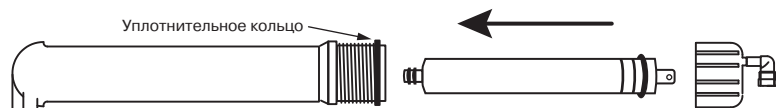

Рис. 16
1. Установите префильтр(ы). Первый префильтр (маркировка на колбе PREFILTER) уже установлен во всех моделях. В во вторую колбу (маркировка CARBON) установите угольный картридж. В третью ступень (SEDIMENT) установите механический префильтр. Картриджи, соответствующие ступеням очистки для каждой модели фильтров, перечислены в таблице на стр. 18. Для установки картриджа необходимо раскрутить колбу при помощи ключа (10). Аккуратно снимите защитную пленку с картриджа и установите его в колбу. Обратите внимание на маркировку “THIS END NEXT TO VESSEL THREADS” на верхней крышке картриджа или на указания на этикетке. Закрутите колбу вручную, без применения ключа, не прикладывая чрезмерных усилий.
2. Установите мембрану. Для этого отсоедините трубку (H) от быстроразъемного коннектора крышки мембраны. Открутите крышку колбы мембраны (маркировка MEMBRANE). Смажьте силиконовой смазкой резиновые уплотнения мембраны. Установите мембрану в корпус согласно **рис. 16**. Смажьте силиконовой смазкой уплотнение крышки колбы мембраны и аккуратно установите его на колбу. Закрутите крышку колбы мембраны и пристыкуйте трубку (H). Следите, чтобы уплотнительное кольцо крышки колбы было установлено на колбе без перекосов.